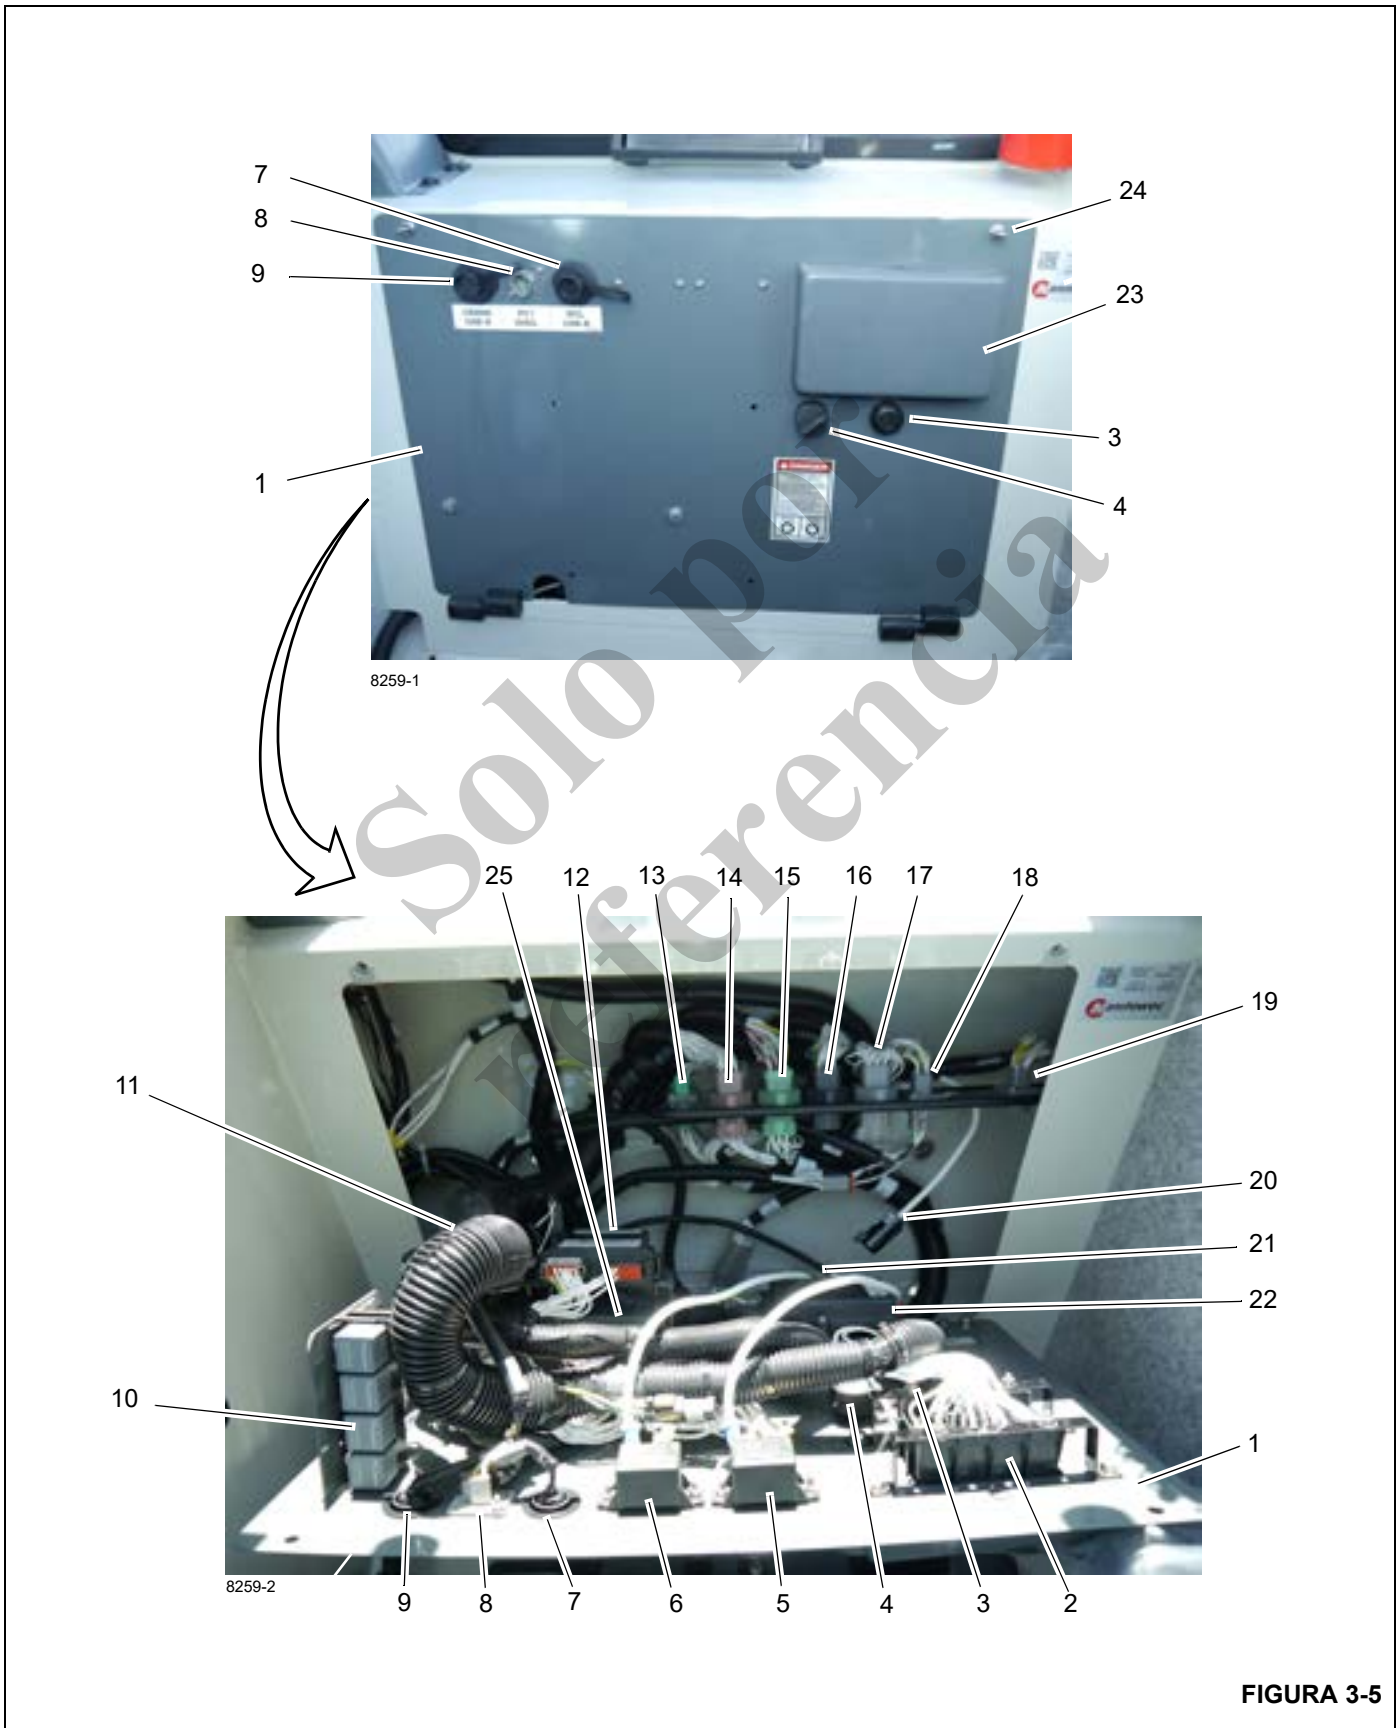

Figura 3-5 Lista de artículos
Manitowoc Crane Care recomienda que tenga como parte de su inventario, el juego de herramienta de servicio Orchestra (CAN-Link) para la NBT60. Este software le permitirá observar en tiempo real el estado de todas las señales de entrada o de salida del sistema y detectar cualquier error en ellas. El software y el hardware de servicio Orchestra (CAN-Link) están disponibles a través de Crane Care para aquellos técnicos que hayan completado exitosamente el curso de capacitación de Orchestra. El conector PC1 (8) (Figura 3-5), se utiliza para los procesos de localización de averías por técnicos OEM autorizados solamente.
El tablero de acceso de fusibles/relés de la cabina y la superestructura (1) (Figura 3-5), se encuentra detrás del asiento del operador. Quite los dos tornillos de apriete manual (24) que aseguran el tablero para tener acceso a los bloques de fusibles, relés, módulo de control de la cabina, conectores de interfaz y módulo del RCL de la cabina.
El tablero de fusibles (2) (Figura 3-5), incluye los fusibles que protegen los circuitos como se indica en la Figura 3-4.